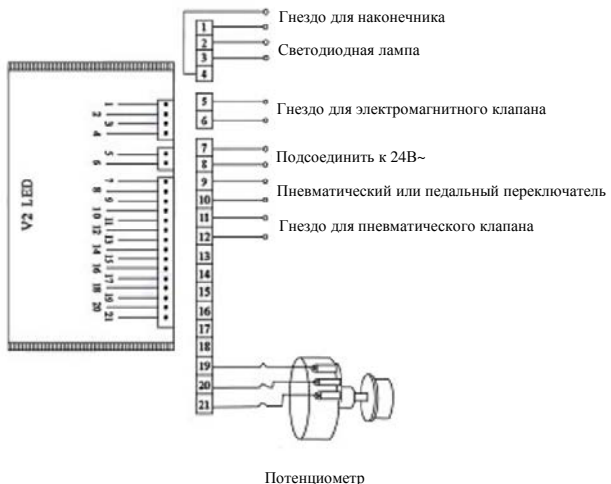

Рис. 1.
Основные компоненты данного оборудования и схема сборки представлены на Рис.1:
- а) На Рис. 1 показано подсоединение блока питания и пневматического (или педального) переключателя.